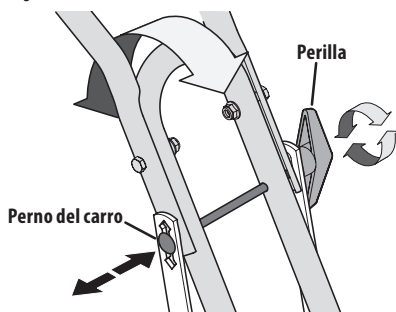

Figura 4
- Hay tres orificios de ajuste de la altura en las dos ménsulas de soporte del manillar. Use un ajuste que posicione los manillares aproximadamente al nivel de la cintura cuando los dientes se encuentran a 3-4 pulgadas dentro del suelo. Para ajustar la altura de los manillares, afloje la perilla del mango, extraiga el perno del carro, ajuste en el modo deseado, empuje el perno del carro hasta que la porción cuadrada del tornillo se fije en su lugar y vuelva a apretar la perilla. Vea la Figura 4.